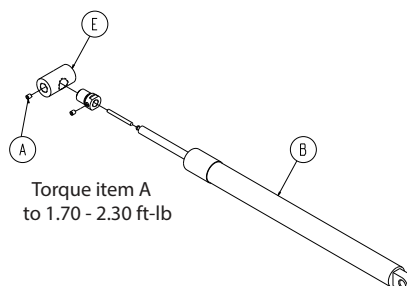

Figure 18 – Composants du vérin du relève-buste
7. Tenir le relève-buste vers le haut et tirer le bas du vérin pneumatique (B) (Figure 18).